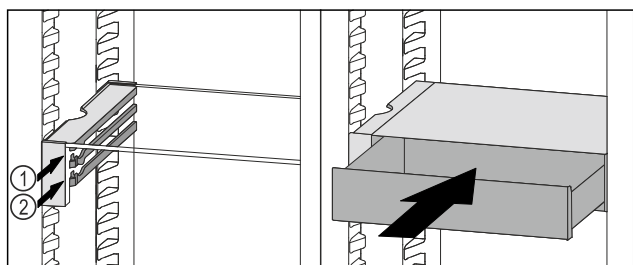

Fig. 126
- ▶ Zásuvku VarioSafe nasadte za zarážkami na požadovanom rebre Fig. 126 (1) alebo Fig. 126 (2).